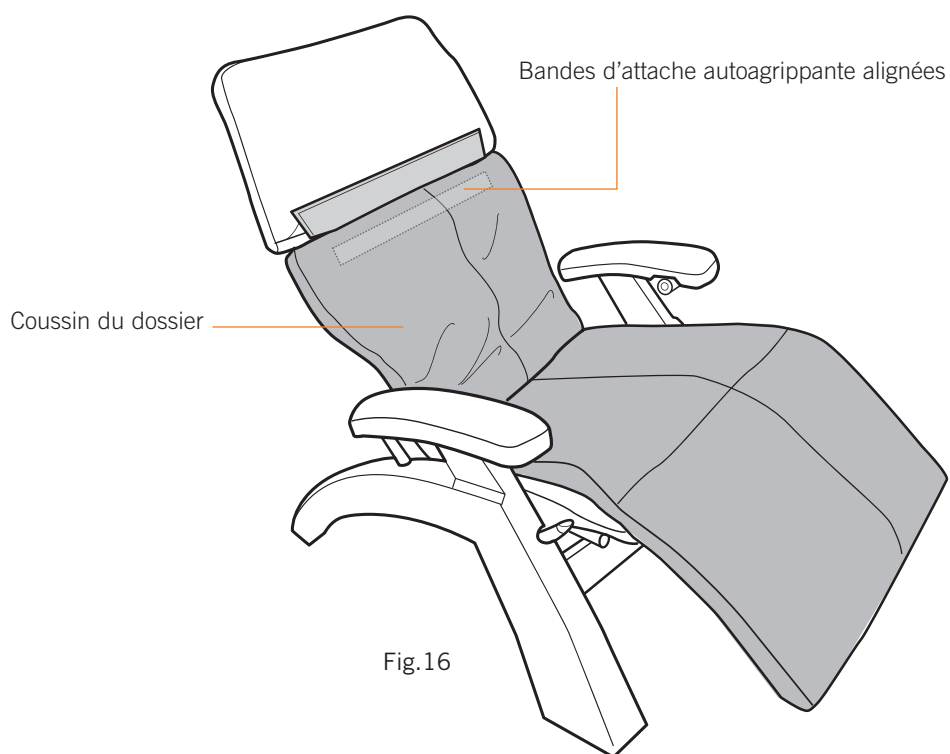

Fig.16
6. Tirez vers le haut sur le coussin de dossier jusqu'à ce que la bande de fixation autoagrippante à l'arrière du coussin s'aligne avec la bande de fixation autoagrippante sur la toile du fauteuil, puis appuyez fermement les deux bandes l'une contre l'autre (Fig.16).